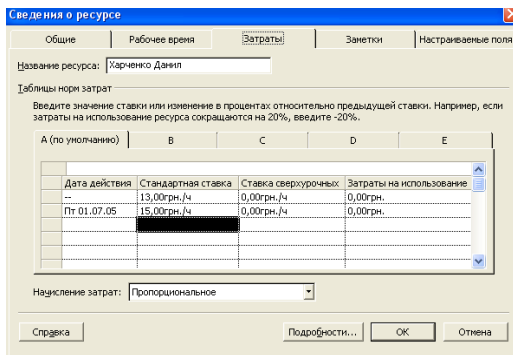

Рис. 135. Введення стандартної ставки для ресурсу
5.3. Натиснути на вкладку *Затраты* (рис. 135).